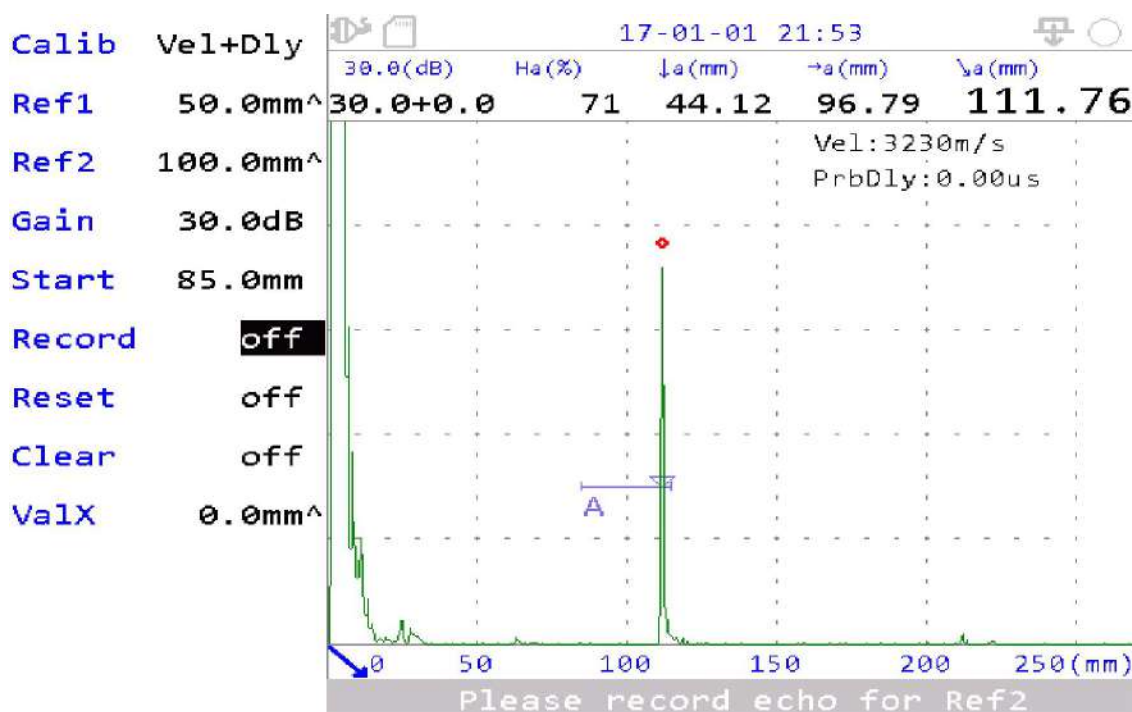

Fig 2-9 Ref.2 Grabar
5) Mueva la sonda para obtener el eco Ref2, como se muestra en la Fig. 2-9. Consulte el paso 4 para ver el operación, y si el equipo a obtiene la posición pico Ref2, presione a la Derecha o Enter en Grabar' menú para terminar de grabar Ref2.